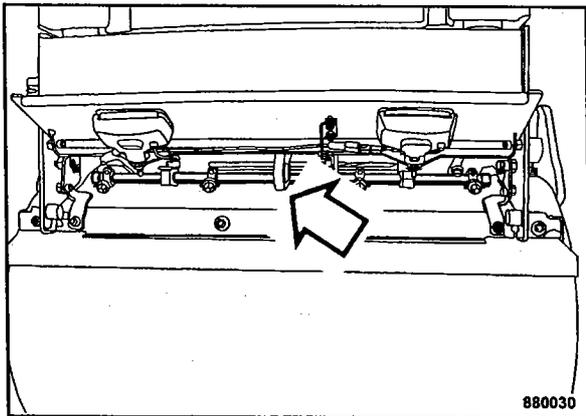

Fig. 81
- Atar la máquina sobre el medio de transporte fijando el atado en las armellas de atado (Fig. 81) del el bastidor delantero y trasero.